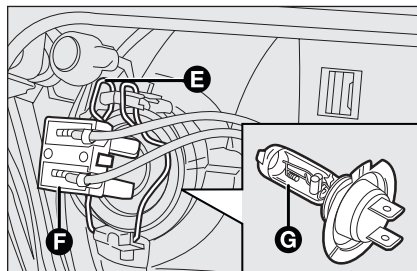

fig. 22
- ☐ débrancher le connecteur électrique **F**-fig. 22 ;